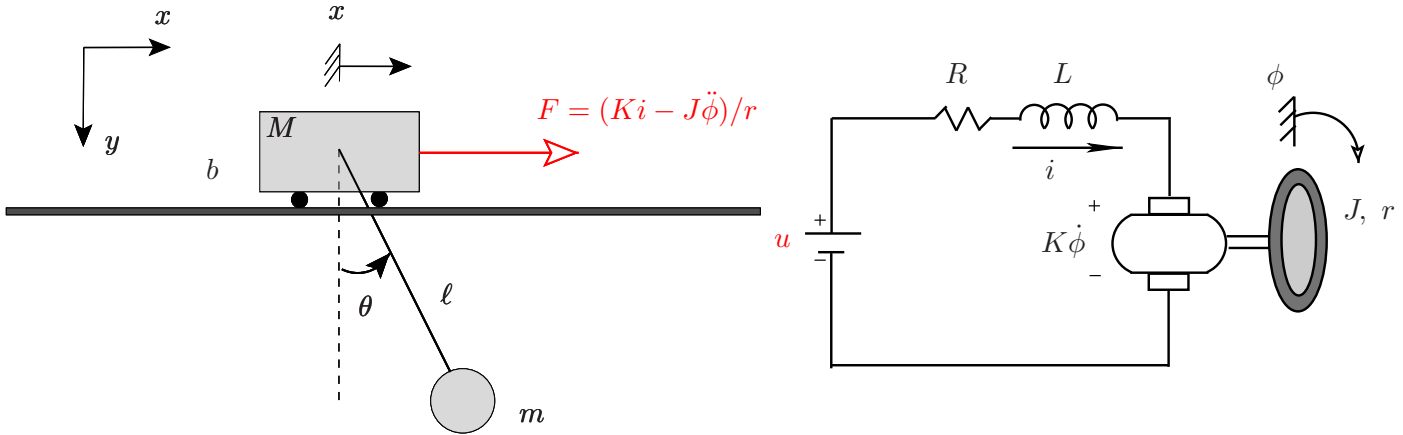

Figura 2: Carro-pêndulo
Neste projeto, propõe-se a modelagem matemática e o controle de um sistema carro-pêndulo que abstrai o comportamento dinâmico da ponte rolante. O objetivo é desenvolver um controlador capaz de levar o carro até uma posição de referência seguindo determinados critérios de desempenho. A Figura 2 apresenta o diagrama esquemático desse modelo físico simplificado.
Este sistema consiste de um pêndulo, composto por uma haste de massa desprezível de comprimento  $\ell$  e uma esfera de massa  $m$ , acoplado a um carro de massa  $M$ . Como pode ser observado na Figura 2, a medida que o carro desloca-se em  $x$  sobre a ação de uma força horizontal  $F$ , o pêndulo realiza um deslocamento angular  $\theta$ . Considere que o atrito viscoso entre o ar e o carro é denotado por  $b$ . Nosso objetivo é realizar o projeto de um controlador  $C(s)$  de forma a levar o carro para uma posição de referência  $x_{ref}(t) = 10$  [m]. A ideia é sintetizar a força  $F(t)$  que é transferida ao carro a partir da aplicação de uma tensão  $u(t)$  no motor, processando-se o erro entre  $x_{ref}(t)$  e  $x(t)$ . Considere que não existe escorregamento entre o motor e o trilho, ou seja,  $x(t) = r\phi(t)$  e que a indutância do motor é desprezível  $L \approx 0$ .
1. Determine o modelo matemático não linear em função de  $x(t)$ ,  $\theta(t)$  e da entrada  $u(t)$  utilizando o referencial proposto na Figura 2.